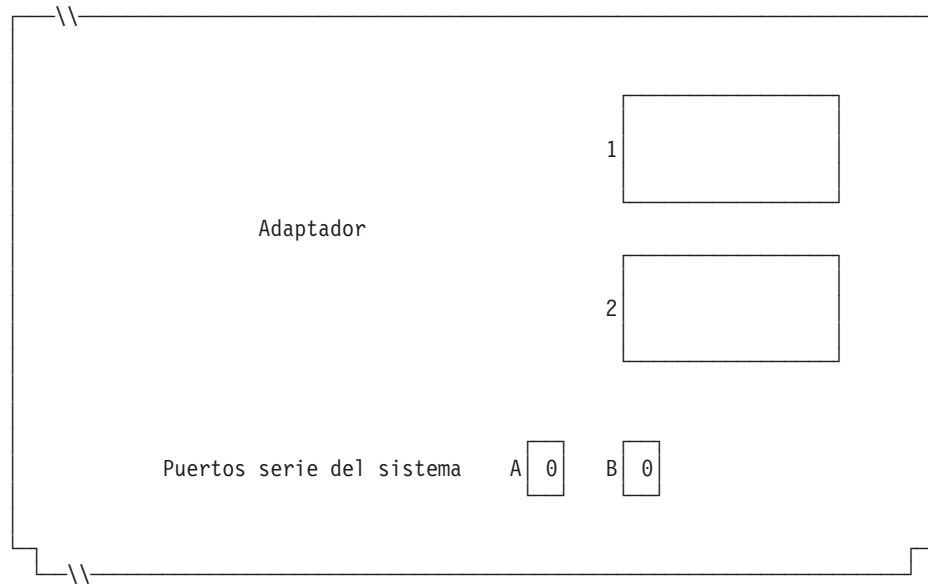

Figura 101. Lado derecho de la parte posterior del Terminal de Punto de Venta IBM 4694-2x6
6. Si las aplicaciones de terminal utilizan un puerto asíncrono, escriba el número de puerto en la Figura 101 en la página 316. Especifique un 0 para los puertos no utilizados por el terminal. Los números de puerto válidos son 1, 2, 3, 4.